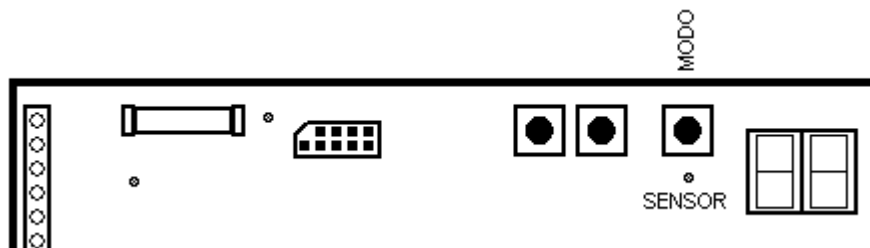

Figura 15
- Manteniendo el pulsador MODO oprimido (Figura 15), encender el SIM36.
El LED SENSOR (Figura 15) encendido indica sensores que cierran. El LED SENSOR apagado indica que los sensores abren.